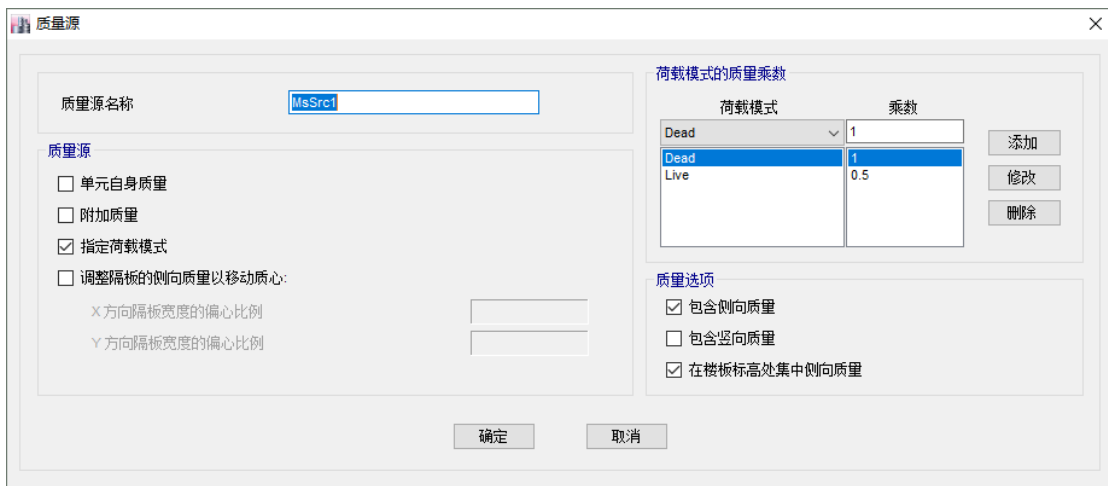

图 5-12 定义质量源对话框
1. 点击定义>质量源，定义质量源对话框，点击修改/显示质量源，弹出质量也定义对话框如图 5-12 所示：